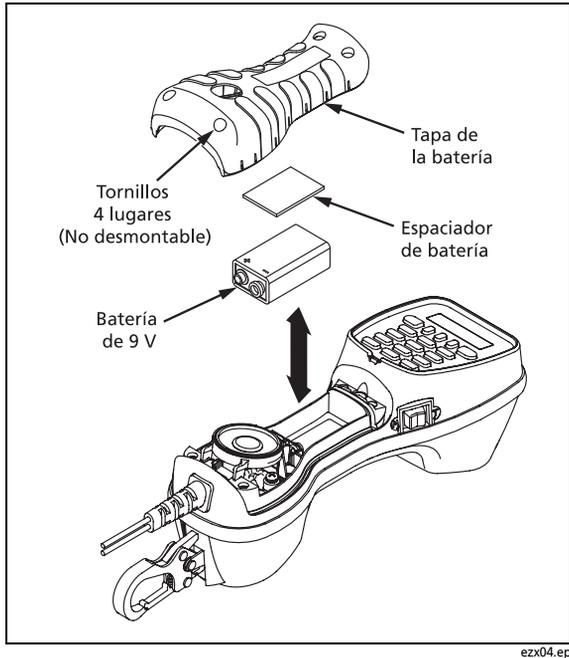

Figura 4. Reemplazo de la batería
Vea Figura 4.
- 1 Utilice un destornillador Phillips para aflojar sólo los cuatro tornillos que sujetan la cubierta de la batería a la parte posterior del teléfono de prueba (Figura 4).
- 2 Retire la cubierta de la batería (Figura 4) y la batería del teléfono de prueba.
- 5 Coloque la cubierta de la batería en el teléfono de prueba y ajuste los cuatro tornillos (Figura 4). Ajuste los tornillos hasta un máximo de 0,904 N-m u 8 pulg.-libra.